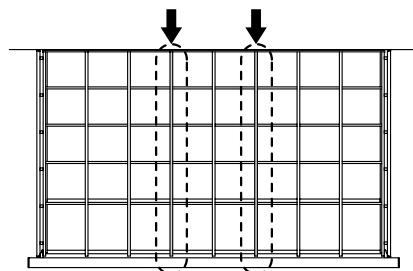

図3-3 垂木吊り材の取付け部
- 垂木吊り材の取付けは、図3-3の位置の垂木にしてください。